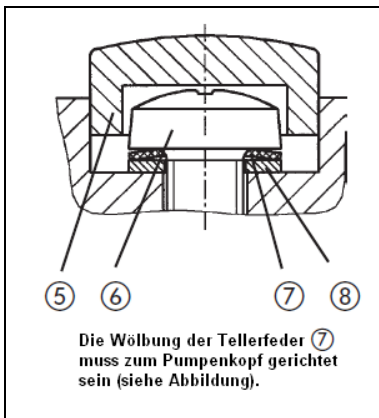

Abb. 11: Ausrichtung der Tellerfeder
6. Durch leichte horizontale Bewegung der Ventilplatten/Dichtungen (2) sicherstellen, dass die Bohrung der Ventilplatten/Dichtungen auf dem Zentrierstift der Zwischenplatte (1) zentriert ist.
7. Kopfdeckel (3) auf Zwischenplatte (1) setzen entsprechend der Filzstiftmarkierung (M).
8. Durch leichte seitliche Bewegung des Kopfdeckels (3) dessen Zentrierung prüfen.
9. Kopfdeckel (3) und Zwischenplatte (3) miteinander verbinden durch Festziehen der beiden Schrauben (6) (handfest); zur Anordnung von Tellerfedern (7) und Scheibe (8) sowie zur Ausrichtung der Tellerfeder siehe Abb. 11.
10. Schraubenabdeckungen (5) montieren.